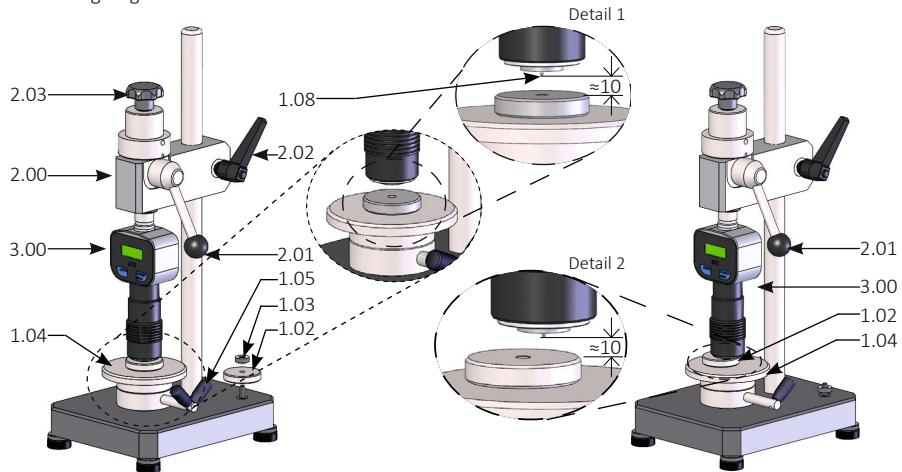
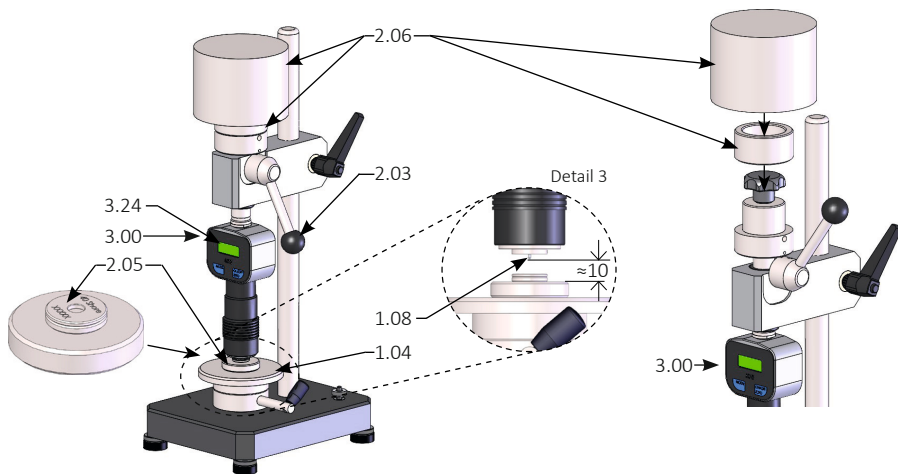

Abb. 4 Ausrichtung des Auflagetisches Shore A, B, 0, 00, 000, 000 S, A0, E, L/c, Asker C
Abb. 5 Ausrichtung des Auflagetisches Shore D, C, D0
- › Lösen Sie die Rändelmutter (1.03, Abb. 4) und ziehen die Einstelllehre (1.02, Abb. 4) ab.
- › Halten Sie den Aufnahmearm (2.00) fest, dass das Härteprüfgerät (3.00) nicht nach dem Lösen des Klemmhebels (2.02, Abb. 4) auf den Auflagetisch (1.04, Abb. 4) fällt und den Eindringkörper (1.08, Abb. 4) beschädigt.
- › Verschieben Sie den Aufnahmearm so, dass sich der Eindringkörper des Härteprüfgerätes (3.00) vertikal ≈ 10 mm außermittig über der Auflagefläche der Einstelllehre befindet (siehe Detail 2, Abb. 4).
- › Lösen Sie den Klemmhebel (1.05, Abb. 4) des Auflagetisches.
- › Schwenken Sie den Belastungshebel (2.01, Abb. 4) langsam nach unten um eine Messung auf der Einstelllehre durchzuführen.
- › Lösen Sie den Klemmhebel (2.02) des Aufnahmearms (2.00) mit einer Hand während Sie den Aufnahmearm mit der anderen Hand festhalten, so dass das Härteprüfgerät nicht auf den Auflagetisch (1.04) fällt und dadurch der Eindringkörper (1.08, Abb. 5) beschädigt wird.
- › Verschieben Sie den Aufnahmearm, so dass sich der Eindringkörper des Härteprüfgerätes vertikal ≈ 10 mm mittig über der Bohrung des Kontrollringes 40 Shore befindet (siehe Detail 3 Abb. 5).
- › Schwenken Sie den Belastungshebel (2.01, Abb. 4) gleichmäßig nach unten.
- › Fixieren Sie den Auflagetisch mit dem Klemmhebel (1.05, Abb. 4) des Auflagetisches.
- › Schwenken Sie den Belastungshebel (2.01, Abb. 4) nach oben.
Um eine Beschädigung des Eindringkörpers bei Härteprüfgeräten nach Shore D, C, und D0 zu vermeiden, sind für die Kontrolle des Messweges die Kontrollringe mit Basisplatte „20 / 40 Shore“ zu verwenden, siehe Kapitel 8.2 „Zubehör“ auf Seite 18. Legen Sie den Kontrollring mit Basisplatte (2.05) auf den Auflagetisch (1.04), dass sich der Eindringkörper (1.08, Abb. 4) des Härteprüfgerätes (3.00) ≈ 10 mm zentrisch über der Bohrung des Kontrollringes mit Basisplatte befindet (siehe Abb. 5).
- › Schwenken Sie den Belastungshebel (2.01, Abb. 4) nach unten, um das Härteprüfgerät abzusenken.